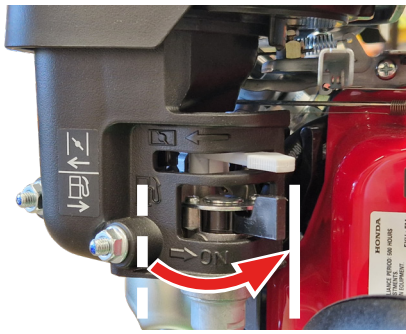

Abb. 7C – Kraftstoffhebel geöffnet.
3. Den Kraftstoffhebel in die *offene* Position stellen (Abb. 7C).